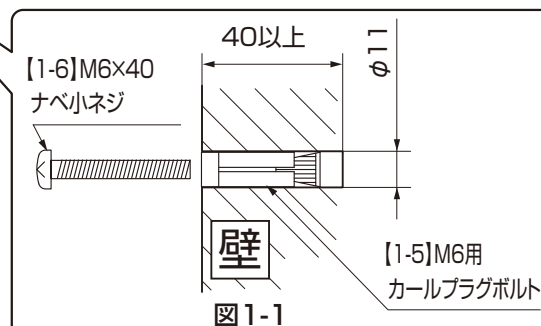

図1-1
- ①サインを取付ける位置に合わせて取付孔位置をけがき、けがいた位置に孔径 $\phi 11$ 、有効深さ40mm以上の孔をあけてください。(図1-1参照)